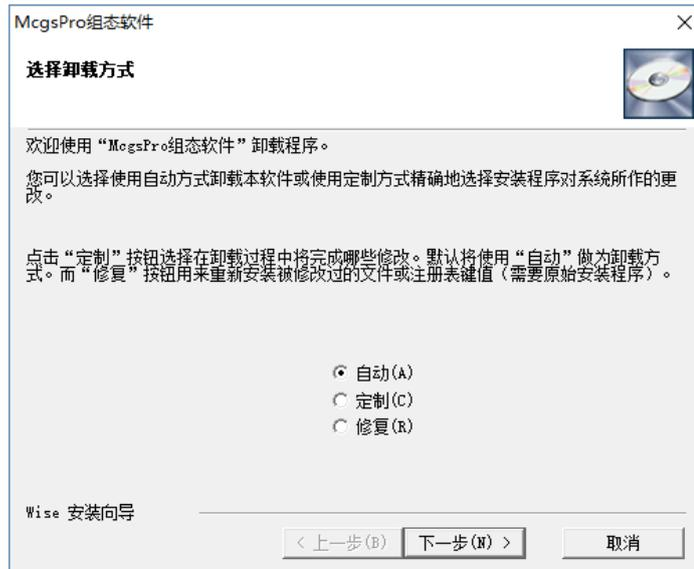

图 2.2-5 卸载 McgsPro 组态软件
- ① 在电脑端依次打开【控制面板】→【卸载程序】或【程序和功能】；
- ② 在【卸载或更改程序】界面，单击选中【McgsPro 组态软件】→ 点击鼠标右键 →【卸载/更改】；
- ③ 如图 2.2-5 所示，卸载方式选择【自动】，点击【下一步】，等待 McgsPro 卸载完成。